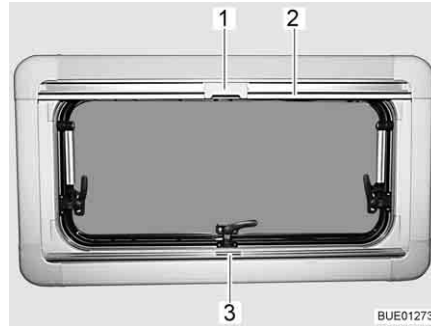

Fig. 110 Ventana abatible
- Sujetar el estor plegable por el centro del agarradero (Fig. 110,3), tirar de abajo a arriba y soltarla a la altura deseada. El estor plegable se queda fijo a esta altura.
- Tirar del agarradero de la mosquitera enrollable (Fig. 110,2) hacia abajo hasta que choque con el agarradero del estor plegable (Fig. 110,3).
- Bloquear el cierre (Fig. 110,1) de la mosquitera enrollable con el agarradero del estor plegable.
- Empujar hacia atrás el cierre (Fig. 110,1) de la mosquitera enrollable por arriba.
- Regresar la mosquitera enrollable lentamente en el agarradero (Fig. 110,2).